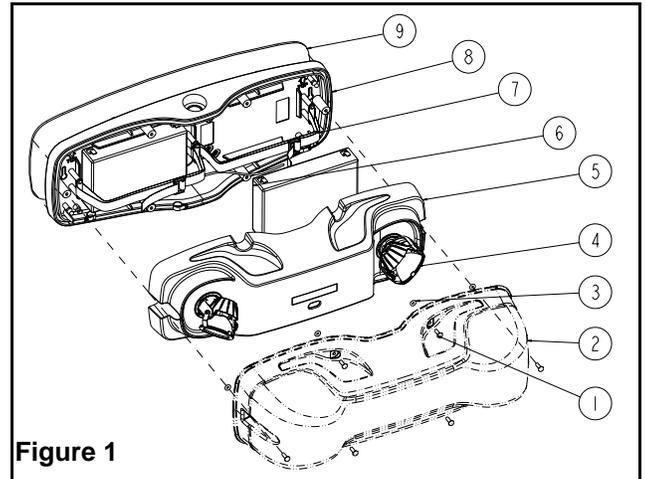
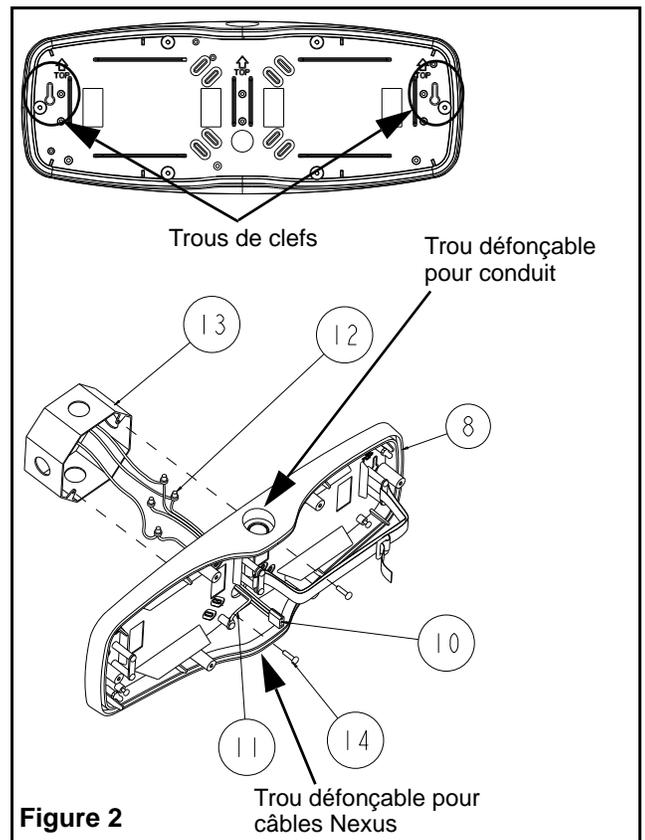

Figure 1
Figure 2
## Montage mural, sur boîte de jonction (figure 2).
- Enlever le cordon d'alimentation (10) du module électronique. Connecter le cordon à l'alimentation C.A. à l'aide de marettes (voir figure 2). Se référer aux instructions de branchement de la page 2. Pour l'option Nexus câblé, installer le raccord étanche fournit avec l'unité. Pour ce faire, utiliser le trou défonçable situé au bas de l'unité.
- Installer le joint d'étanchéité (Fig. 1 - 9) sur la plaque arrière. Passer le cordon d'alimentation et le fil de mise à la terre dans le trou de la plaque arrière (voir figure 2). Installer sur la boîte de jonction à l'aide des vis de la boîte. La boîte doit être solidement fixée à un montant.